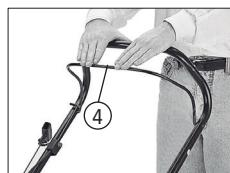

Fig. 13
Para desligar basta soltar a alavanca, o motor pára instantaneamente (4), [Fig. 13].